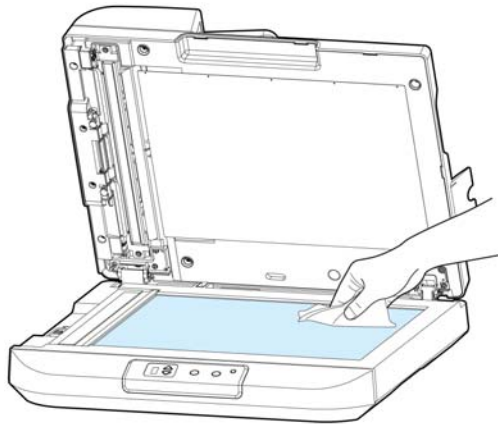

Figura 7-1 La pulizia dell'area
2. Aprire il coperchio documenti come mostrato nella Figura 7-1. Pulire il vetro del documento.